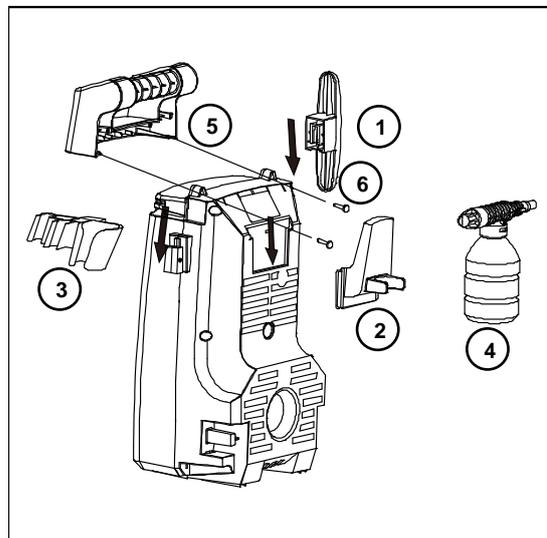

Рис. 2.
В комплект поставки некоторых моделей мойки могут входить съемные элементы (рис. 2): кронштейн для намотки кабеля (1), кронштейн для намотки высоконапорного шланга (2), кронштейн для поддержки моющего пистолета и распылительной трубки (3), распылительное сопло с емкостью для моющего средства (4), рукоятка транспортировочная (5)
Установите съемные элементы в соответствующие гнезда на корпус мойки (см. рис.2). После монтажа транспортировочной рукоятки зафиксируйте ее положение крепежными винтами (6).